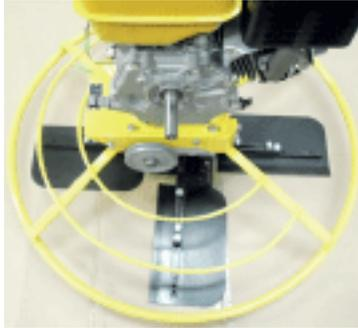

Fig. 3
5.2. Posicionar motor sobre a base (Fig. 3 e 5) e colocar as respectivas porcas, arruelas e parafusos conforme especificado na lista técnica para cada modelo, mas não apertar (Fig. 4 e 6):